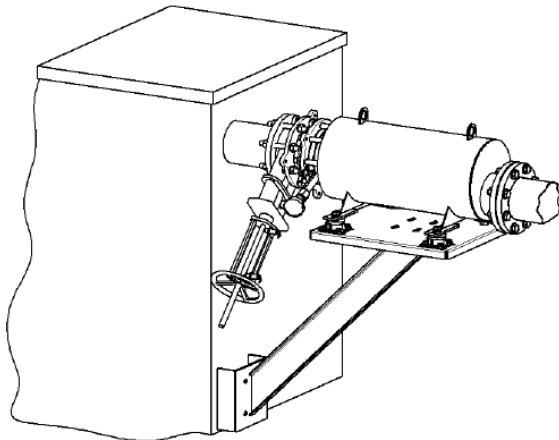

Figura 4: Conjunto de Despresurización para MTP
El fabricante de transformadores suministra la Base Soporte (1). La Figura 4 muestra un Conjunto de Despresurización Horizontal.